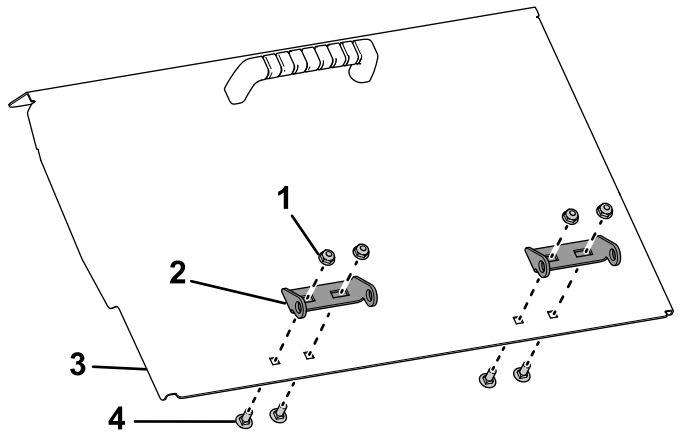

図7
6. ホッパーのドアに蝶番を取り付ける付属のキャリッジボルト $\frac{1}{4} \times \frac{5}{8}$ "とロックナットを使用する【図7】。